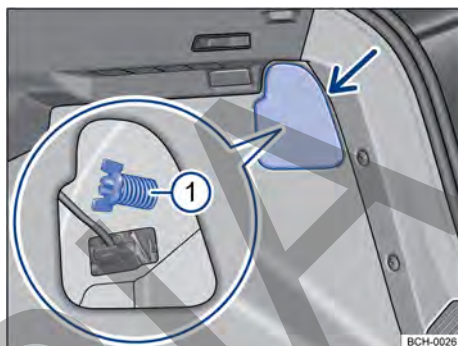
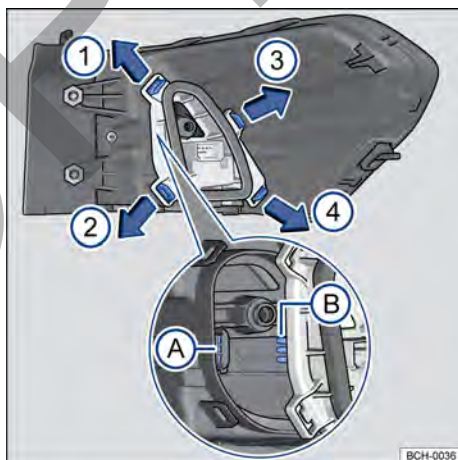

Fig. 164 En el maletero: desmontar la cubierta y retirar el tornillo mariposa ① (fragmento ampliado).
Fig. 165 Linterna trasera: desmontar el portalámparas.
- ① Observar la lista de control y ejecutar las acciones → pág. 216.
- ② Abrir la tapa trasera → pág. 72.
- ③ Para abrir la cubierta de la luz, girar la traba → fig. 164 (flecha).
- ④ Abrir la cubierta junto con la traba hacia el costado.
- ⑤ Aflojar el tornillo mariposa ① (fragmento ampliado) y retirarlo, sosteniendo, al mismo tiempo, la linterna trasera.
- ⑥ Tirar con cuidado de la linterna trasera hacia afuera, para desengancharla de la carrocería → ①.
- ⑦ Desenganchar el conector de alimentación de las lámparas de la linterna, para remover totalmente la linterna.
- ⑧ Colocar la linterna trasera sobre una superficie limpia y lisa.
- ⑨ Para desbloquear el soporte de las lámparas, presionar cada lengüeta de bloqueo → fig. 165 en el sentido de las flechas.
- ⑩ Desmonte el portalámparas con cuidado.
- ⑪ Para retirar las bombillas quemadas presione la bombilla contra el alojamiento y gírela en sentido antihorario.
- ⑫ Cambiar la bombilla quemada por una bombilla nueva del mismo modelo.
- ⑬ Para insertar las lámparas nuevas en el portalámparas, introduzca la nueva lámpara en el alojamiento correspondiente. Presione la bombilla y gírela en sentido horario hasta el tope.
- ⑭ Cerciorarse de que las lámparas estén correctamente fijadas en el soporte.
- ⑮ Instalar el soporte de las lámparas en el grupo óptico trasero, prestando atención al ajuste de las láminas de contacto en la carcasa → fig. 165 A y B. Las lengüetas de traba deben encajar de forma audible en la secuencia → fig. 165 ①, ②, ③ y ④.
- ⑯ Colocar el conector de alimentación en la luz.
- ⑰ Encajar la linterna trasera cuidadosamente en el alojamiento de la carrocería.
- ⑱ Sostener la luz trasera en la posición de montaje con una de las manos y atornillar con la otra el tornillo mariposa → fig. 164 ①.
- ⑲ Volver a colocar la cubierta de la linterna en su posición y girar la traba para cerrar.
- ⑳ Cerrar la tapa trasera → pág. 72.